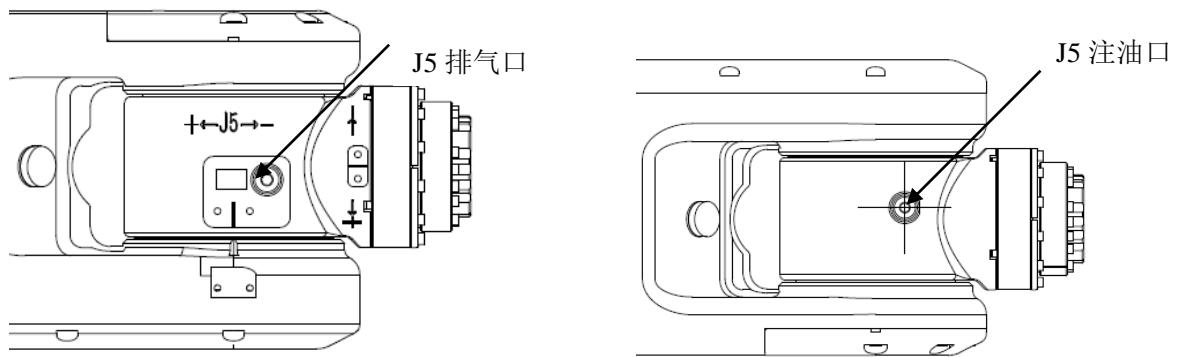

图 4.1 各轴润滑点位置图
- 3) 移去润滑油供排口的内六角螺塞 M10*1，见图 4.1
- 3) 移去手腕连接体（J6 轴）润滑油供排口的内六角螺塞 M10*1，见图 4.1。